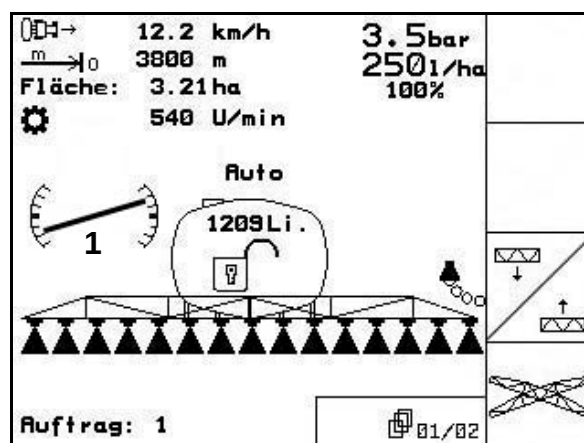

Fig. 142
- En el menú Trabajo, el símbolo regulación de inclinación (Fig. 142/1) muestra la inclinación reflejada del varillaje de rociado. Ahora está levantado el lado derecho del varillaje de rociado.